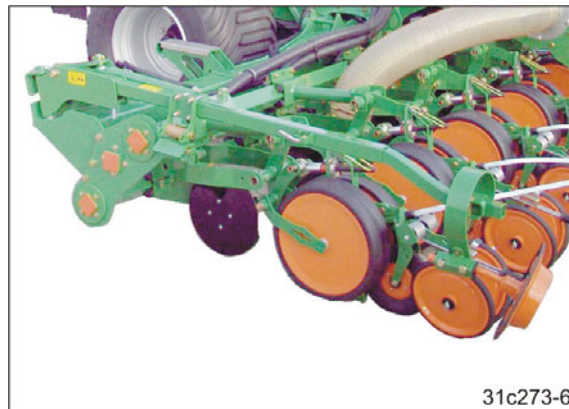

Fig. 216
6. Aktivér traktorstyreenheden *gul*, indtil spormarkørerne (Fig. 216) er klappet ind (parkeringsstilling).